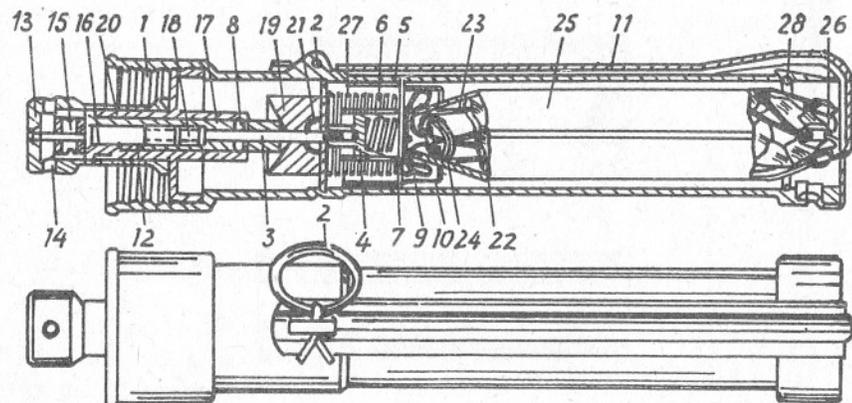

Bild 43 Stiel der Übungs-Panzerhandgranate UPG-8, geschnitten
Im Stiel (Bild 43) sind drei Sicherungen sowie die Aufschlag- und die Stabilisierungseinrichtung untergebracht. Die erste Sicherung ist der Sicherungssplint mit Ring 2. Die zweite Sicherung besteht aus der Sicherungsstange 3 mit Kopfteil 4, der Buchse 5, der Feder 6, der Scheibe 7, den zwei Sicherungskugeln 8 und der Schlinge 9. Sie gewährleistet die Sicherheit des Werfenden beim Wurf. Wenn sich beim Wurf die abklappende Sicherungsschiene 11 vom Stielgehäuse 1 löst, schaltet sich die Sicherung beim Herausstoßen der Stabilisierungseinrichtung aus. Als dritte Sicherung dient die Sicherungsfeder 12.
- g) die Zunge der abklappenden Sicherungsschiene 11 (Bild 43) in den Durchbruch des Stielgehäuses einsetzen, die Sicherungsschiene an das Stielgehäuse drücken, bis der Ansatz des Stielgehäuses durch den Durchbruch der Sicherungsschiene ragt,